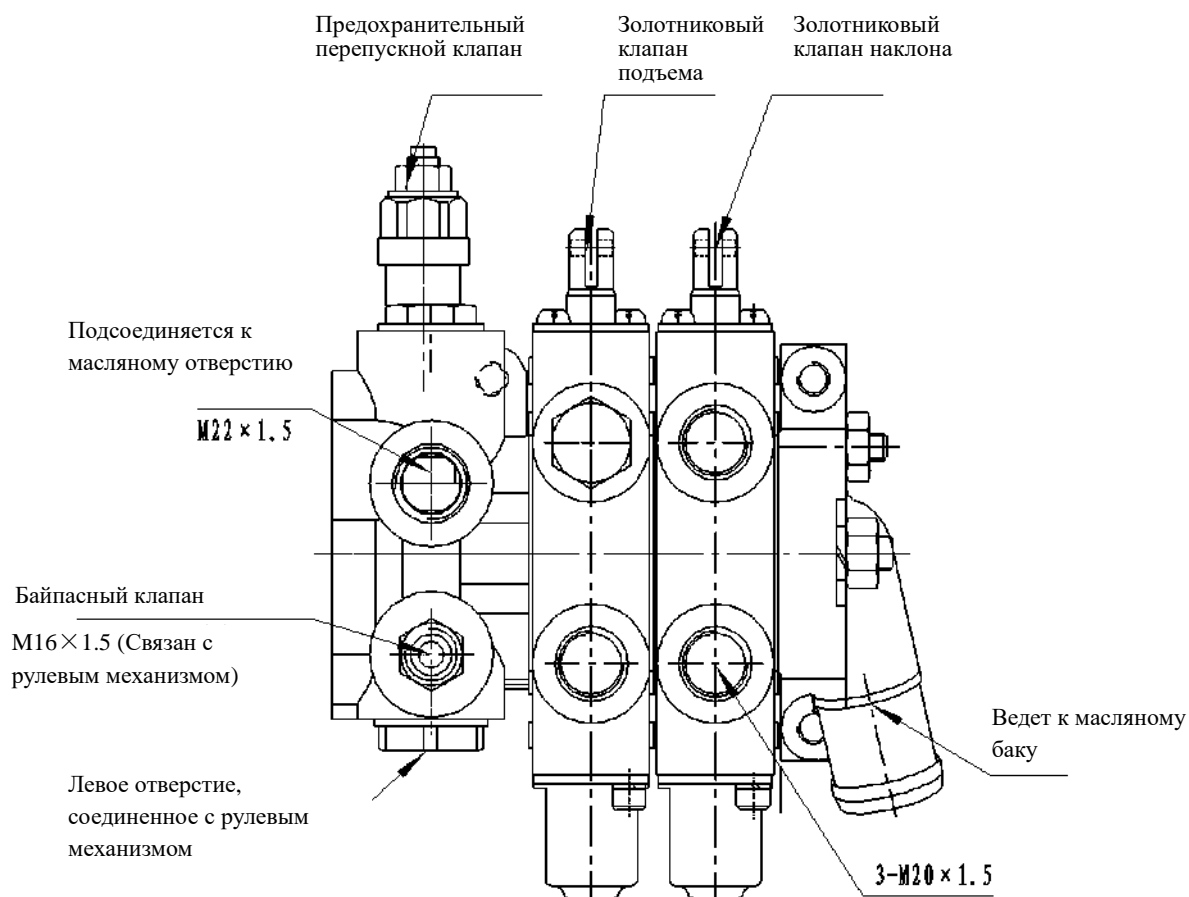

Рис. 7-1 Гидрораспределитель
7.3 Гидрораспределитель и байпасный клапан (Рис. 7-1)